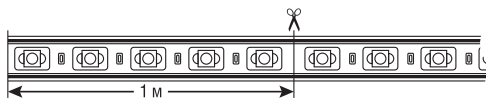
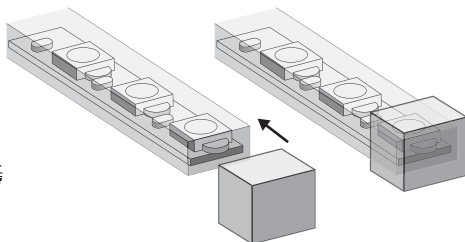

Рис. 2. Разрезание светодиодной ленты.
Рис. 3. Установка заглушки на светодиодную ленту.
- **Разрезание светодиодной ленты на участки.** Светодиодную ленту NLS-5050RGB-IP67-220V можно разрезать на участки, кратные одному сегменту, длина которого равна 1 м. Разрез необходимо производить строго посередине участка, соединяющего смежные сегменты, см. Рис.2. На окончаниях участков светодиодной ленты, к которым не планируется производить какие-либо подключения, необходимо установить заглушки NLSC-cup-5050-220 для ленты 5050-IP67-220, Рис.3. **Внимание!** При установке заглушки необходимо использовать герметик, чтобы обеспечить должную герметичность в месте соединения.